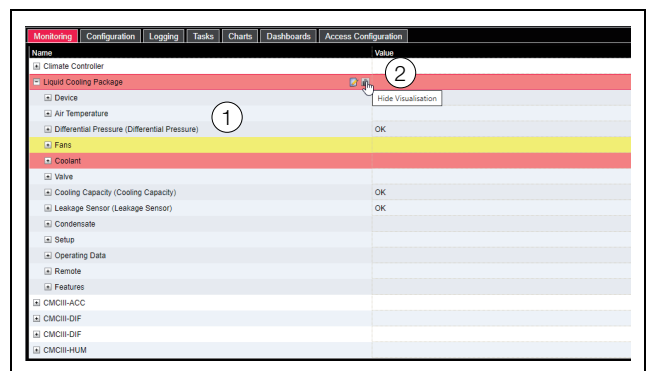

Imagen 141: Estructura de árbol
Si tras la selección del nivel «Liquid Cooling Package» se muestran las entradas secundarias «Device», «Air», «Water», etc. (imagen 141, pos. 1), debe realizar lo siguiente para pasar a la representación gráfica:
■ Haga clic sobre el símbolo de color «Gráfico» junto a la entrada «Liquid Cooling Package» en forma de diagrama (imagen 141, pos. 2).
La indicación cambia a la estructura de árbol (imagen 141) y podrá acceder a cada uno de los valores de ajuste para el Liquid Cooling Package.